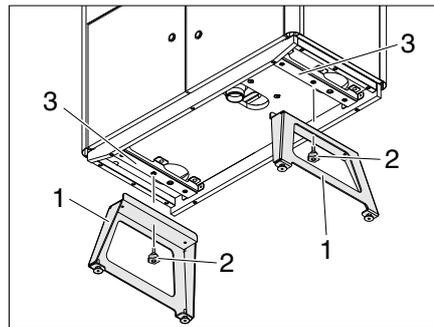

Bild 61 Stellfüße montieren
- Stellfuß an Querstrebe (Bild 61,3) mit Hilfe der Positionierstifte fixieren.
- Stellfuß (Bild 61,1) mit Sternschraube (Bild 61,2) befestigen.